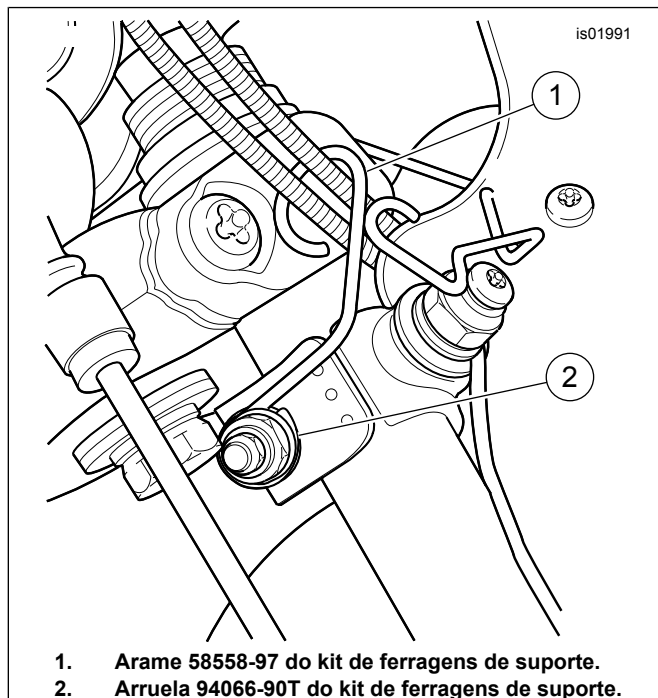

Figura 3. Conexão do cabo do acelerador (todos os guidons, exceto o de estilo Buckhorn) (vista olhando para cima)
- Para guidons com estilo diferente do recuado buckhorn, veja a Figura 3. Use o arame (1) do kit de ferragens de suporte para prender os cabos do acelerador no prendedor de montagem superior, conforme mostrado. Coloque a arruela cromada (2) do kit entre o arame e a porca do prendedor de montagem.